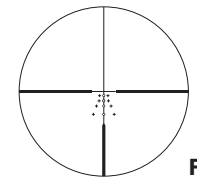
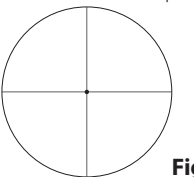

Fig. 3-1
Fig. 3-2
(1) Enfoque
- ➊ Mire a través del ocular colocando el ojo a unos 10 cm (4 pulg.) de distancia del ocular para ver la retícula BDC avanzada (Fig. 3-1) o la retícula Fine Crosshair con punto (Fig. 3-2). Asegúrese de colocar el ojo con la alineación y distancia entre el ojo y el ocular correctos; de lo contrario, “no verá nada”.